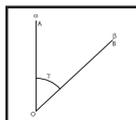

Fig.8
- Allineare il reticolo verticale con Punto A - vedere Fig. 8